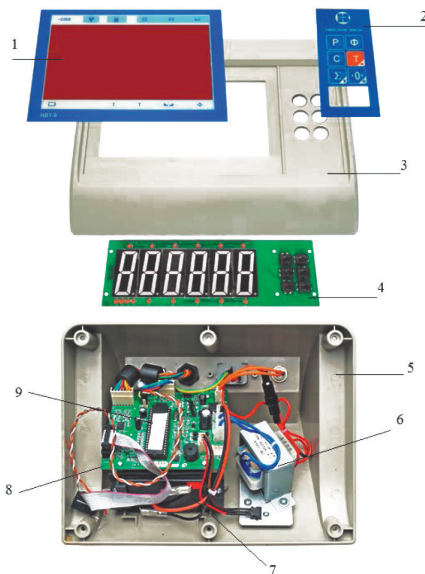

Рисунок 1. Общий вид индикатора.
- 1.3.4 Общий вид индикатора см. Рисунок 1.